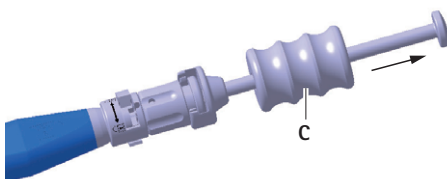

Fig. 6 Extraction de l'implant d'essai/implant avec le marteau impacteur
- Avec précautions, extraire l'implant d'essai **D** avec le marteau impacteur **C** hors du compartiment discal, voir Fig. 6.
- ▶ Avec précautions, extraire l'implant **a** avec le marteau impacteur **C** hors du compartiment discal, voir Fig. 6.